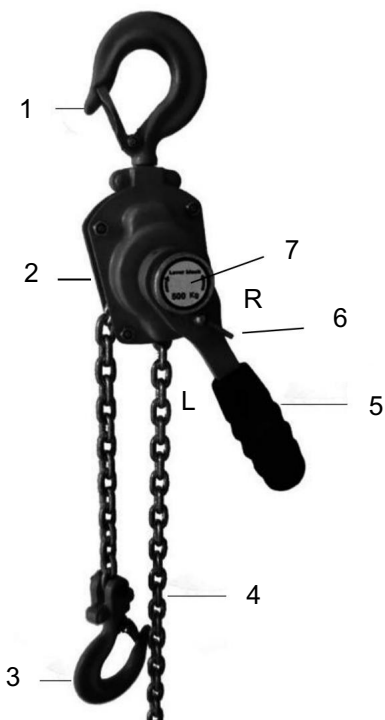

Fig. 1
10. Instructions pour le levier de vitesse : (Fig. 1)